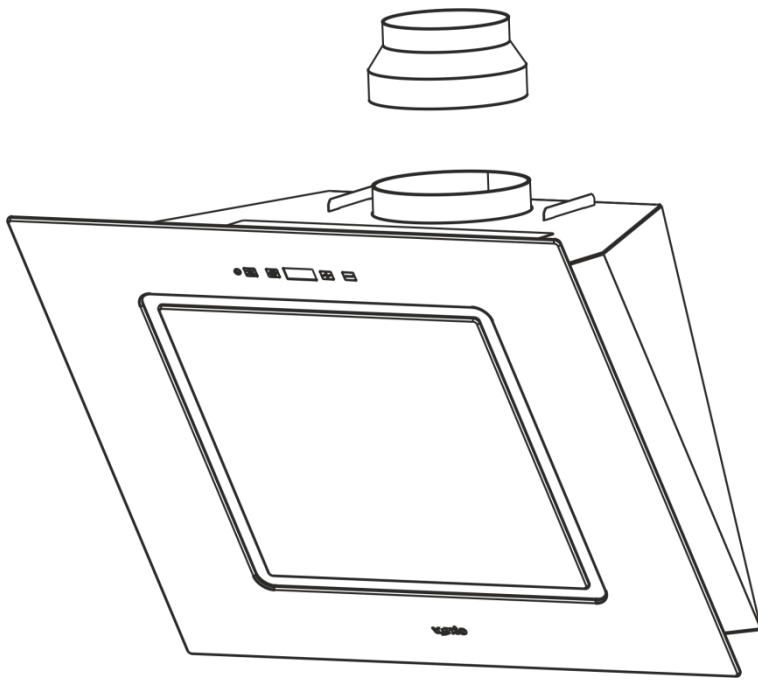

Рис.7.1
6.8 Установіть на патрубку витяжки перехідник повітроводу (Ø150/120) (рис.7.1).